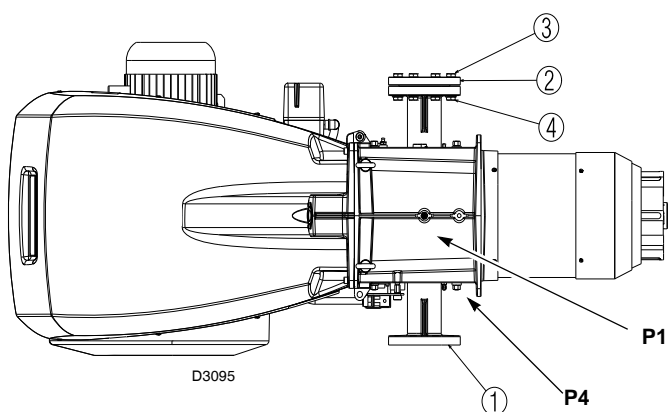

Fig. 22
用法兰 1) (图 . 22) 将燃气阀组与燃烧器右侧连接。
- P4 - 燃烧头处的风压 (图 . 22)